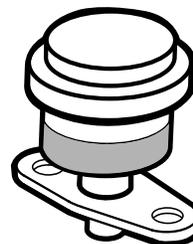

Bild 48
Warten Sie den Hauptluftfilter nur, wenn die Wartungsanzeige dies anzeigt (Bild 48). Das frühzeitige Auswechseln des Luftfilters erhöht nur die Gefahr, dass Schmutz in den Motor gelangt, wenn Sie den Filter entfernen.
1. Überprüfen Sie die Blockadeanzeige des Filters. Wenn die Anzeige rot ist, muss der Luftfilter ausgetauscht werden (Bild 48).